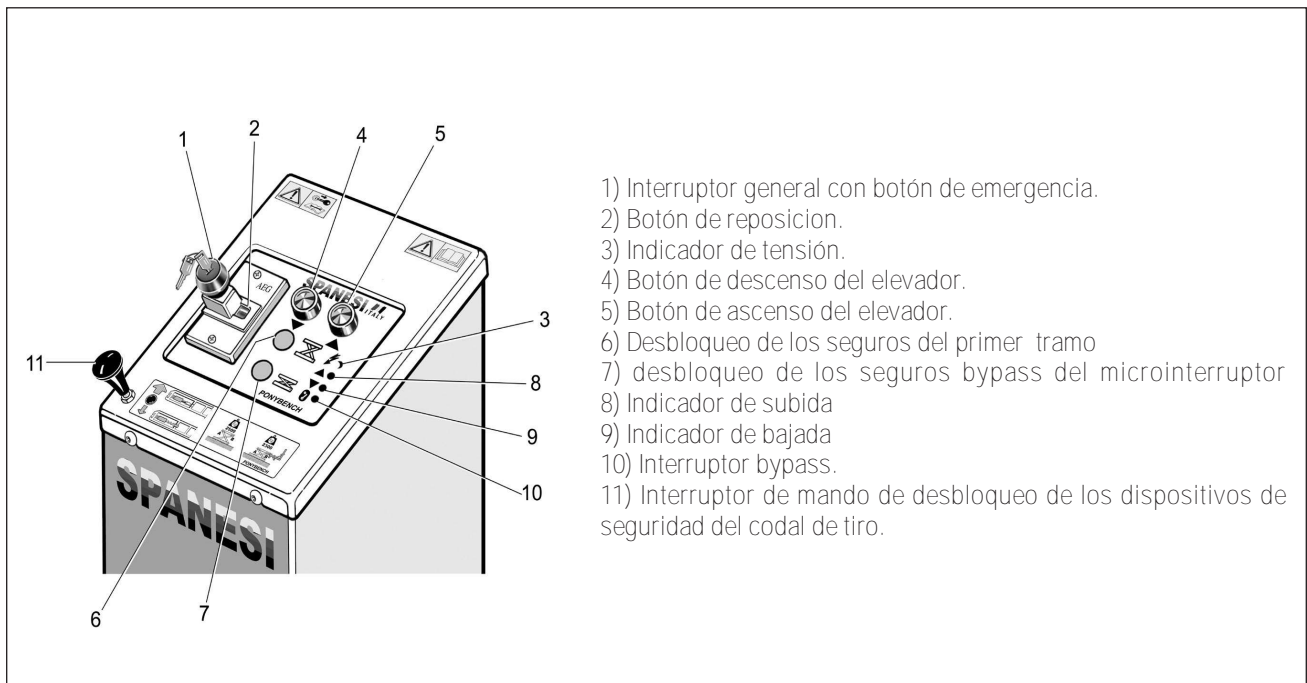

FIGURA 8 : PUPITRE DE MANDO
- ☐ Se entrega en dotación del elevador un cable, equipado de enchufe tetrapolar de 2,5 m. de longitud. Esta longitud generalmente es suficiente para efectuar las conexiones. Si por algún motivo el pupitre de mando debe estar posicionado a una distancia superior a la longitud del cable dado en dotación es obligatorio cambiarlo operando del siguiente modo (figura 8):